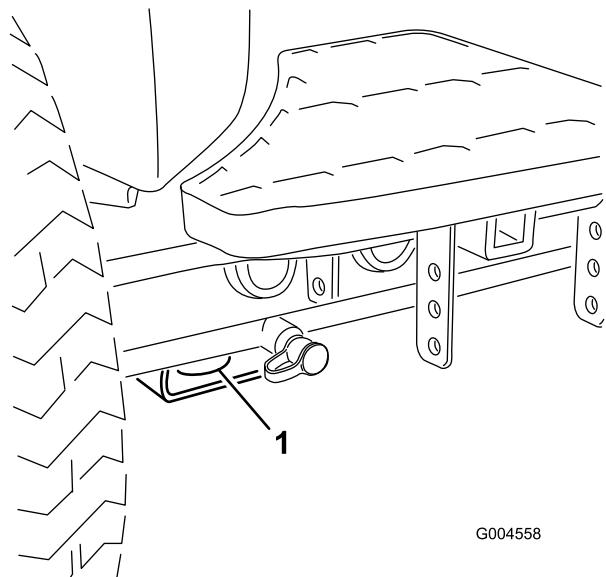

図 44
- 前：各前輪の内側、アクスル・チューブの下にある四角いパッド（図 44）